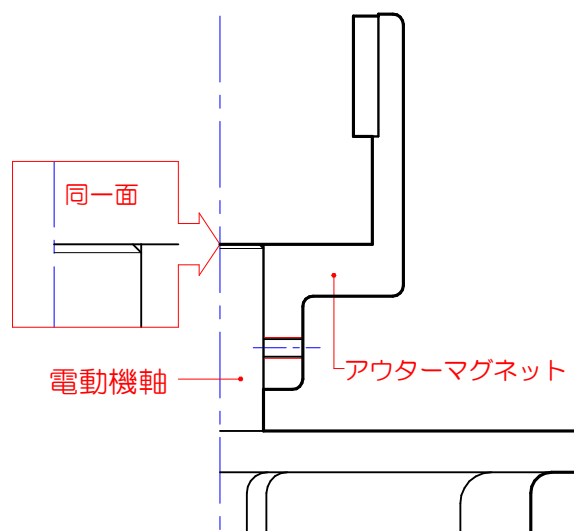

図4
- ① 電動機にアウターマグネットをセットし、アウターマグネット止めネジを締め付けてください。このとき、図4のようにアウターマグネットと電動機軸の端面が同一になるようにしてください。